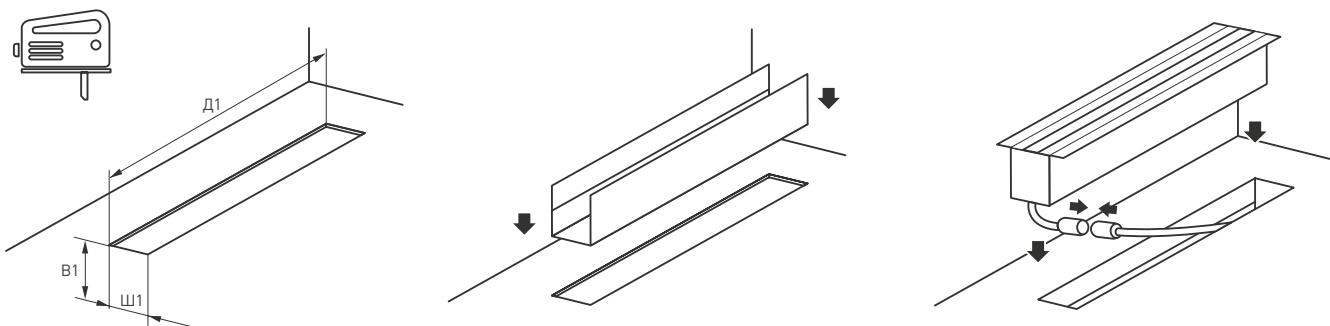

Рис. 3. Установка светильника в нишу
- ✓ Закрепите закладную часть в месте установки. Закладная часть устанавливается непосредственно в плотный грунт или на поверхность стены и фиксируется в ней с помощью строительной смеси согласно типу поверхности (см. рис. 3).